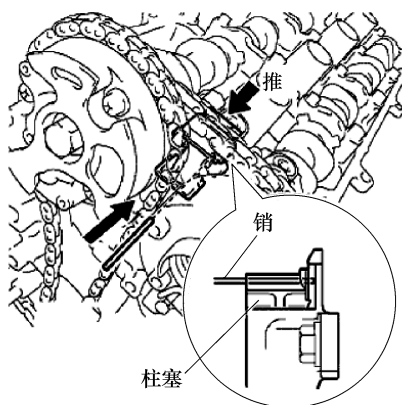

图 1-3 推下 3 号链条张紧器
① 推下 3 号链条张紧器时, 将 $\phi 1.0\text{mm}$ (0.0394in) 的销插入孔中以将其固定到合适位置 (见图 1-3)。
② 用扳手固定凸轮轴的六角部位并拧松螺栓。